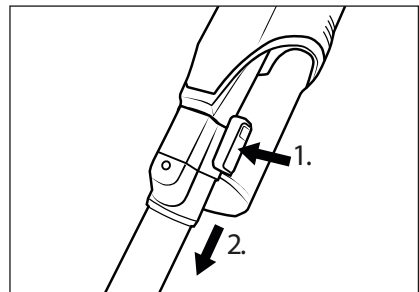

Fig. 11
- ◆ Para desmontar el tubo de aspiración **24** del aparato, mantenga pulsado el botón de desencastre del tubo de aspiración **25** y tire del tubo de aspiración **24** para extraerlo del orificio de aspiración del aparato (consulte la fig. 11).